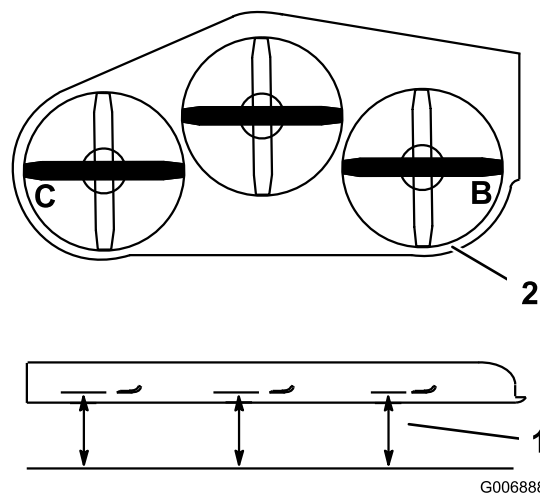

Figura 94
4. Misurate ai punti **B** e **C** da una superficie piana fino al tagliente della punta della lama (Figura 94).